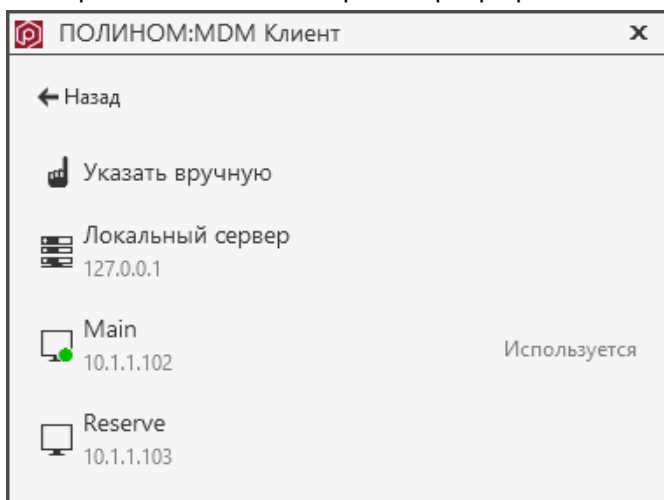

Рис. 4.69
3. В открывшемся окне выберите сервер приложений (рис. 4.69).